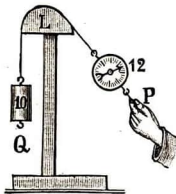

Abb. 72
1. **Nachteil des Leitbalkens.** Im Altertum benutzte man zum Hochziehen einer Last einen Leitbalken, über den man das Zugseil führte (Abb. 72).